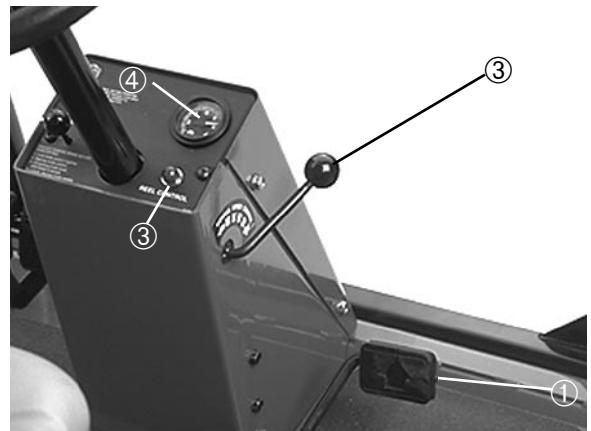

Bild 9
**Fahrpedal** (Bild 9)—Regelt den Vorwärts- und Rückwärtsbetrieb. Zum Vorwärtfahren ist die Oberseite des Pedals zu drücken, zum Rückwärtfahren die Unterseite. Die Fahrgeschwindigkeit richtet sich danach, wie stark das Pedal durchgedrückt wird. Um im unbelasteten Zustand die maximale Fahrgeschwindigkeit zu realisieren, das Fahrpedal ganz durchdrücken, während der Gashebel auf SCHNELL steht.
**Fahrgeschwindigkeitsbegrenzung** (Bild 9)—Mit diesem Hebel läßt sich die Bewegungsfreiheit des Fahrpedals im Vorwärtsbetrieb begrenzen, um eine gleichmäßige Mähgeschwindigkeit einzuhalten.
**Spindellaufwarnlampe** (Bild 9)—Aufleuchten dieser Lampe zeigt an, daß die Maschine so betrieben wird, daß die automatische Spindeldrehzahlregelung den gewünschten Schnitt nicht erzielen kann.
**Tachometer** (Bild 9)—Gibt die Fahrgeschwindigkeit an, mit der sich die Maschine fortbewegt.